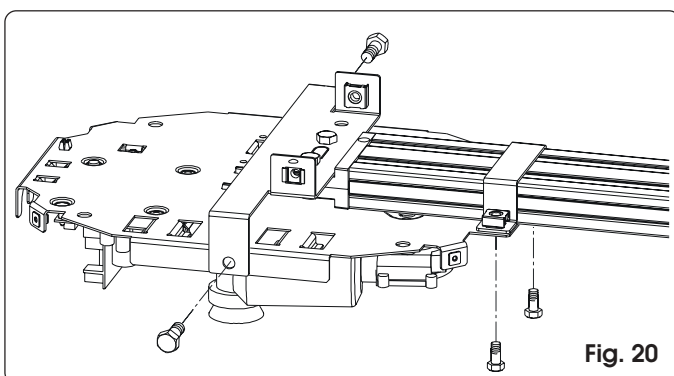

Fig. 20
- 4) Fijar el operador en la guía (fig. 20).